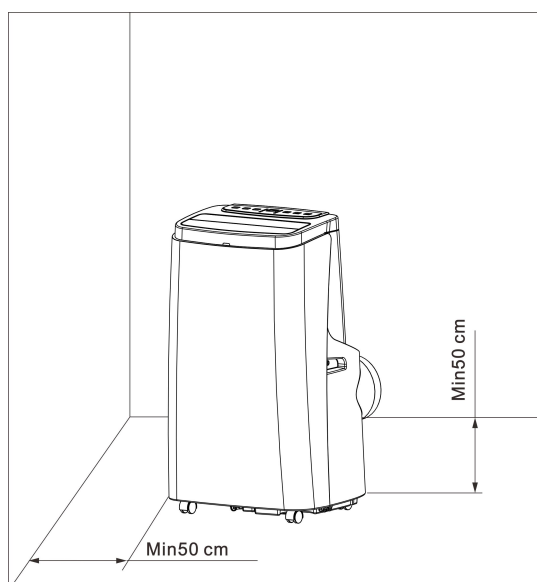

Figure 4
1) Déplacez la machine avec le tube et les raccords installés avant la fenêtre, et la distance entre la caisse et les murs ou d'autres objets doit être d'au moins 50 cm (comme le montre la Figure 4).